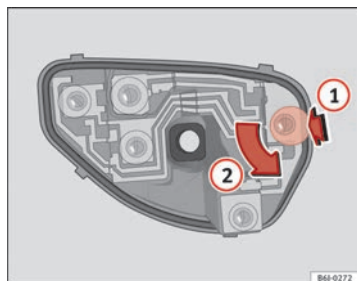

Fig. 163 Cambio lámparas luces posteriores
- Una vez retirado el portalámparas, presione en sentido de la flecha **1** y gire a la vez en sentido de la flecha **2** ⇒ fig. 163.